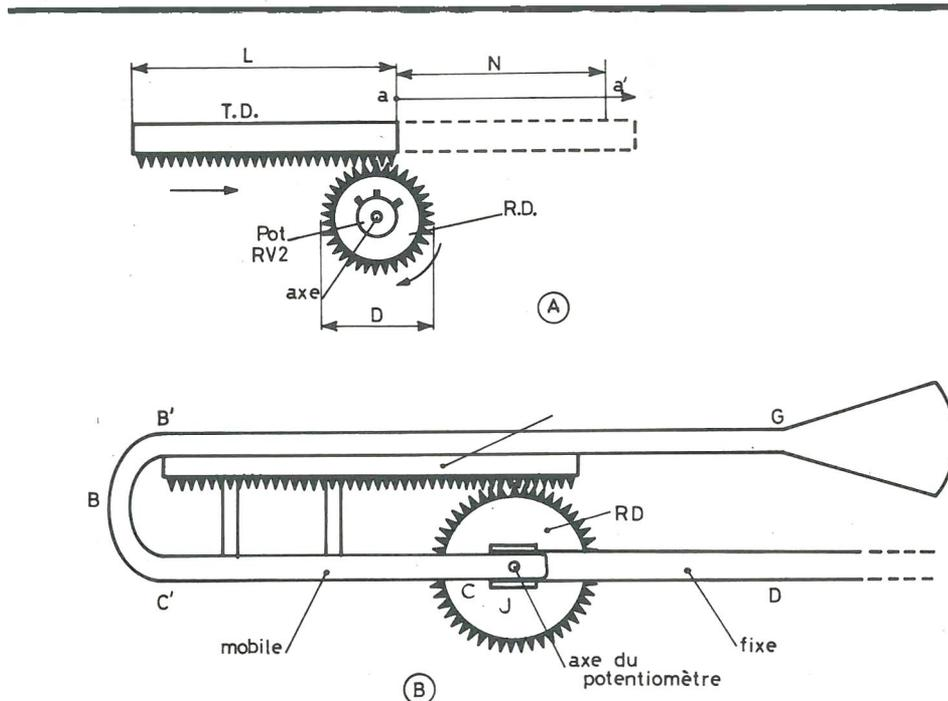

Figure 4
Voici à la figure 4 une solution avec potentiomètre rotatif.
En examinant le dessin de l'instrument (figure 1 et 2) et en décidant que TD soit mobile, on voit que l'on devra rendre cette tige dentée solidaire de la partie mobile C'C et l'axe du potentiomètre fixe, de la partie fixe CD. Pratiquement si le tube C'C entre dans le tube CD, on fixera la tige dentée sur la partie B'G solidaire de C'C et le potentiomètre sur la jonction fixe J comme nous le montrons à la figure 4 (B).